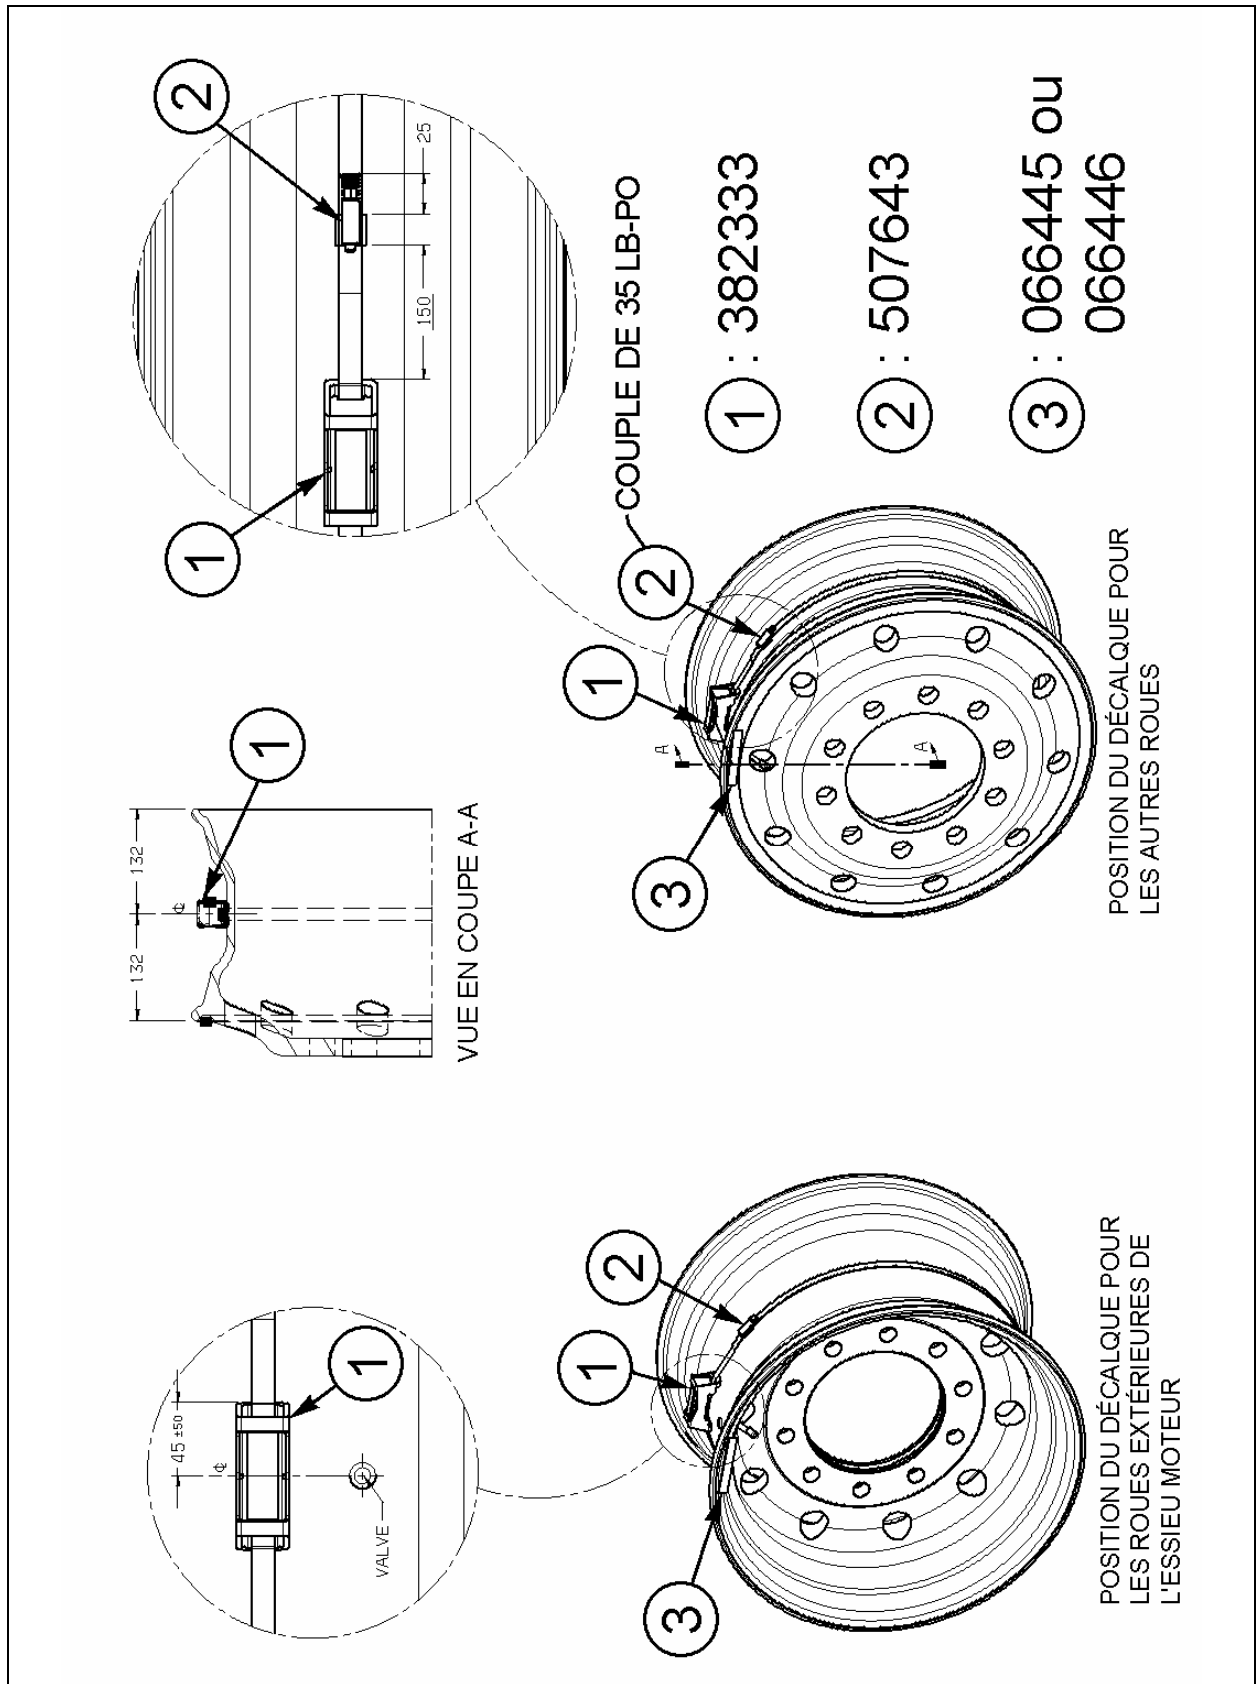

FIGURE 1
5. Installer le capteur de pression/température au centre de la jante à  $\pm 50$  mm (2 po) de la valve. Installer la vis du collier de serrage (507643) à environ 150 mm (6 po) du capteur (Voir figure 1).
7. Couper le surplus du collier à 25 mm (1 po) de la vis (Voir figure 1).
8. Nettoyer avec de l'alcool la surface de la jante où sera installé le décalque. Essuyer puis apposer le décalque (066445 ou 066446) selon la figure 1.